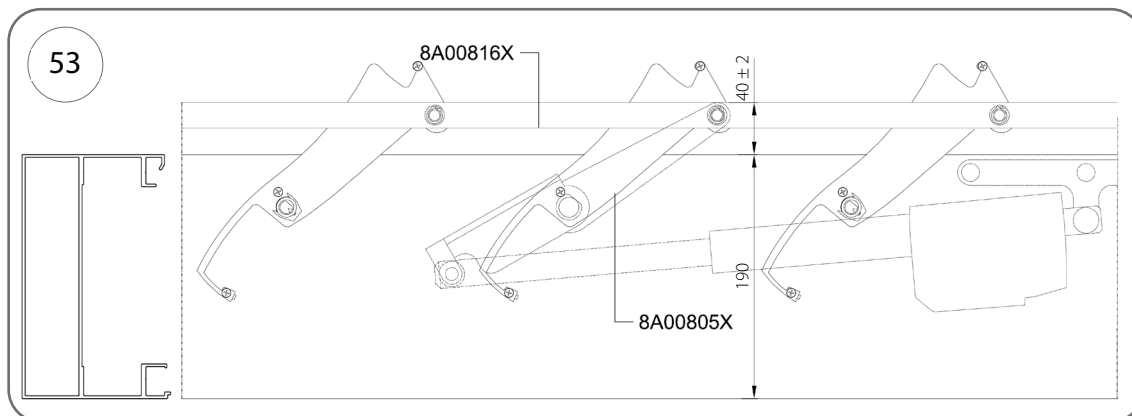

Fig. 53
2. Impostare la posizione di fine corsa in chiusura come mostrato in Fig. 53.